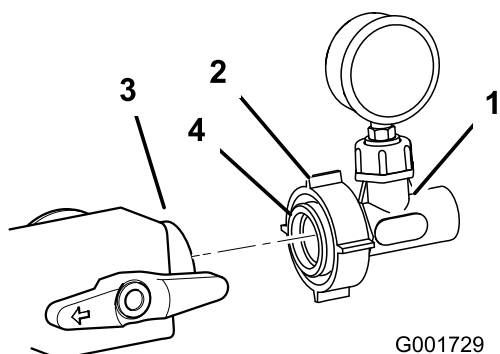

Figur 15
15. Monter den store plastmøtrik over trykmåleren og T-stykket. Monter en plast-O-ring og adapter på samlingen som vist i Figur 15.